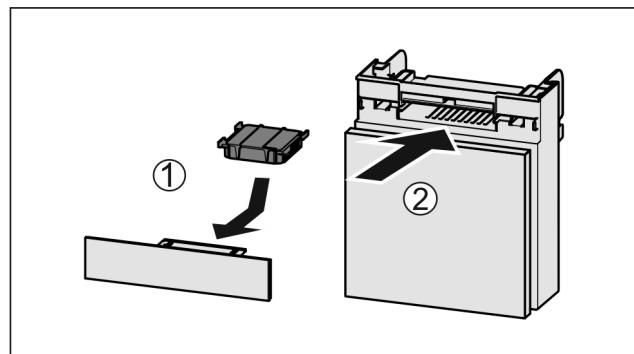

Fig. 68
- Установите фильтр с активированным углем, как показано на рисунке Fig. 68 (1).
► Вставьте отделение Fig. 68 (2).